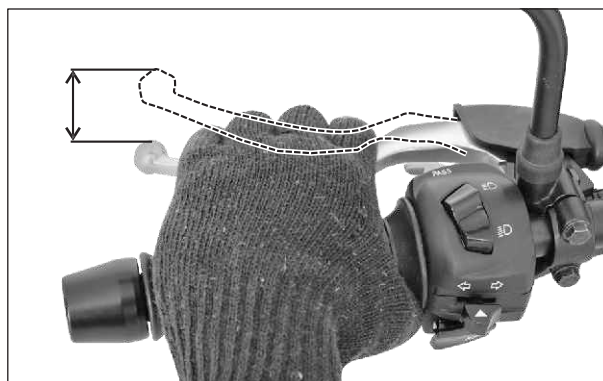

Fig. 2.35
- Mida el juego libre en el extremo exterior de la leva de clutch, desde la posición completamente suelta hasta que siente que el clutch comienza a desacoplarse. (Fig. 2.35)